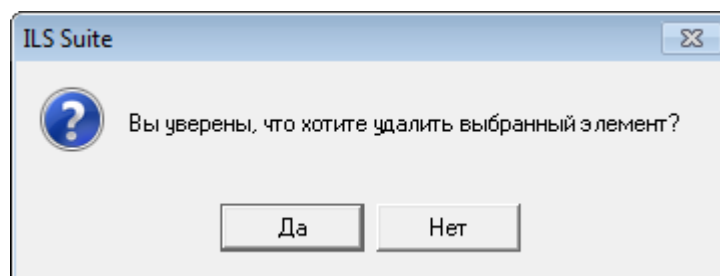

Рис. 26-4 – Диалоговое окно при удалении неисправности
4) В открывшемся диалоговом окне нажать «Да» для подтверждения действия (рис. 26-4).